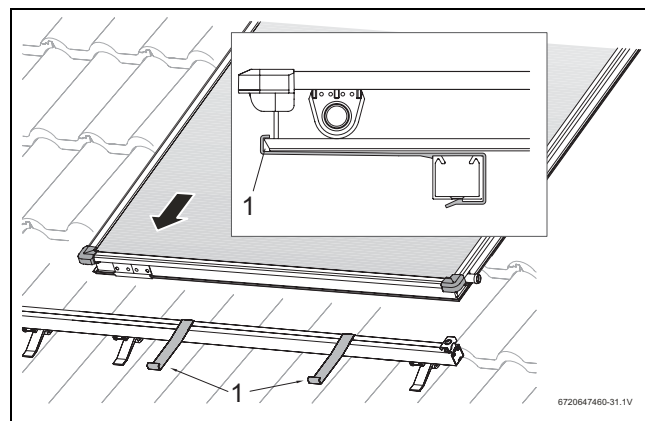

Fig. 47 Poser le premier capteur sur les rails profilés
- Poser le premier capteur sur les rails profilés et laisser glisser dans les dispositifs anti-glissement (→ fig. 47, [1]).